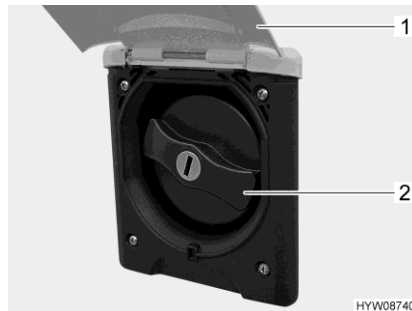

Fig. 204 Couvercle de fermeture (bec de remplissage d'eau potable)
- Basculer le portillon extérieur (Fig. 204,1) vers le haut.
- Tourner le couvercle de fermeture de couleur bleue (Fig. 204,2) d'un quart de tour.